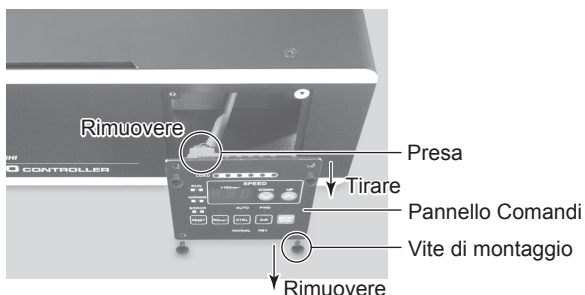

Fig. 20
- (1) Rimuovere le 4 viti che tengono fisso il pannello comandi e tirare delicatamente il pannello comandi dal CONTROLLER (Fig. 20).
Rimuovere la presa dal retro del pannello comandi (Fig. 20).